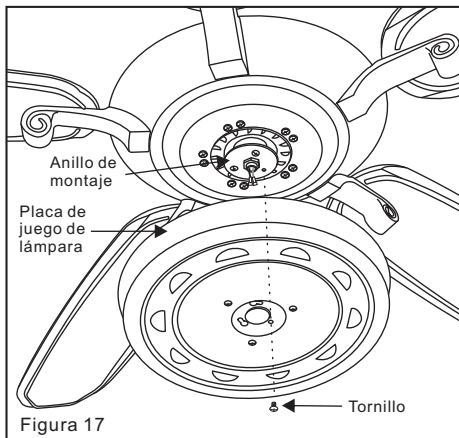

Figura 17
1. Paso 1 Quite 1 de los 3 tornillos en el anillo de montaje y afloje los otros 2 tornillos. (Figura 17)
2. Ponga los ojos de cerradura en la placa de juego de lámpara sobre los 2 tornillos aflojados del anillo de montaje, gire a la placa de juego de lámpara hasta que encaje en la sección estrecha de los agujeros. Luego apriete 2 tornillos sueltos previamente y otro tornillo quitado previamente(Figura 17)